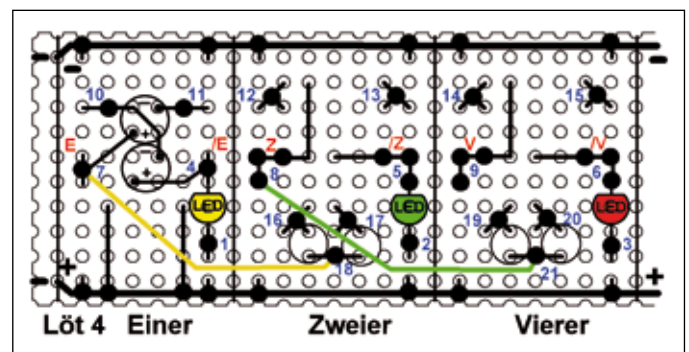

Bild 10
9. Baue den Vierer ebenso auf, wie den Zweier. Verbinde die Punkte 8 (Ausgang des Zweiers) und 21 (Eingang des Vierers) mit einem grünen Schaltdraht. (Bild 10)